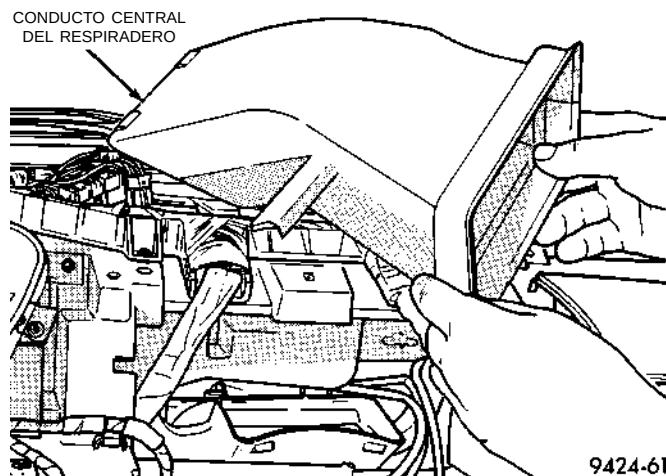

Fig. 39 Respiradero central del tablero de instrumentos
(3) Retire el conducto central del respiradero (Fig. 39).
- (3) Retire el conducto central del respiradero (Fig. 39).